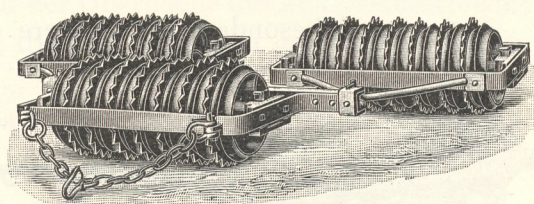

Fig. 798. Dreiteilige Cambridgewalze von Fr. Dehne.
c) **Cambridge-Walzen** (Fig. 798) tragen zwischen je zwei am Umfange mit Spitzen versehenen Scheiben eine flach gewölbte Scheibe. Da die Scheiben lose auf der Achse sitzen, können sie sich bei der Arbeit aneinander verschieben, wodurch ein gutes Reinigen erfolgt. Sie sind zum Nachwalzen des Weizens sehr geeignet, weiter zur Vorbereitung des Ackers.